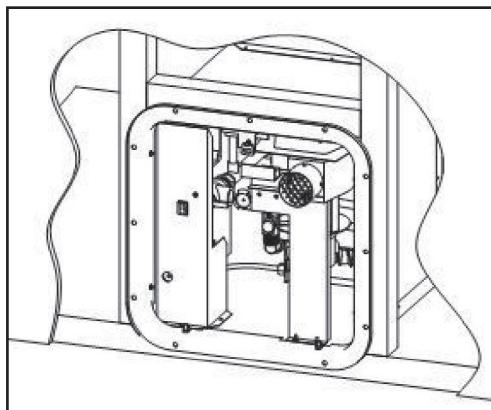

Figure 4
6. Fixer le boîtier du chauffe-eau au véhicule en insérant une vis à tête plate n° 8 - 3/4 dans chaque trou de la bride de la porte (Figure 4). S'assurer qu'il y a un joint étanche entre la paroi latérale et la bride. Sinon, répéter les étapes ci-dessus.